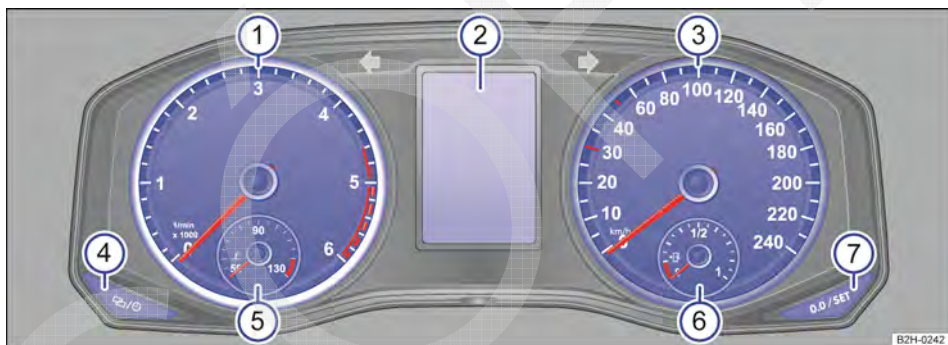

Fig. 11 Instrumento combinado no painel de instrumentos.
Esclarecimento dos instrumentos → Fig. 11:
De acordo com o equipamento do veículo, é possível que sejam exibidas diferentes informações no display do instrumento combinado → Fig. 11 ②:
O indicador do evento de serviço aparece no display do instrumento combinado → Fig. 11 ②.